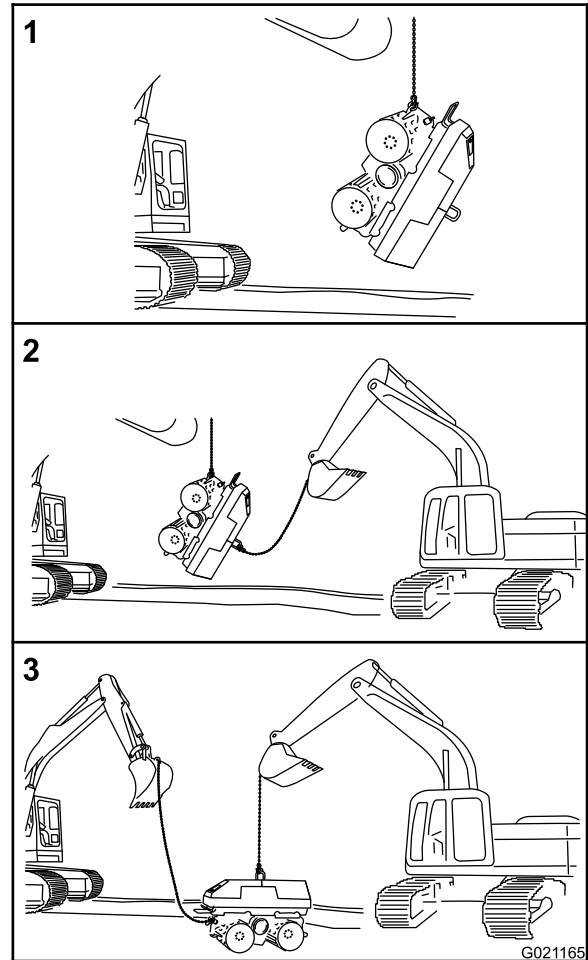

Figure 46
- Attachez le premier matériel de levage à l'anneau d'attache avant ou arrière (Figure 46).
- Élevez lentement le matériel de levage pour redresser la machine à la verticale (Figure 46).
- Attachez le second matériel de levage à l'anneau de levage (Figure 46); voir Levage de la machine (page 30).
- Transférez le poids de la machine du premier matériel de levage au second matériel de levage (Figure 46).
- Abaissez la machine et détachez le matériel de levage (Figure 46).